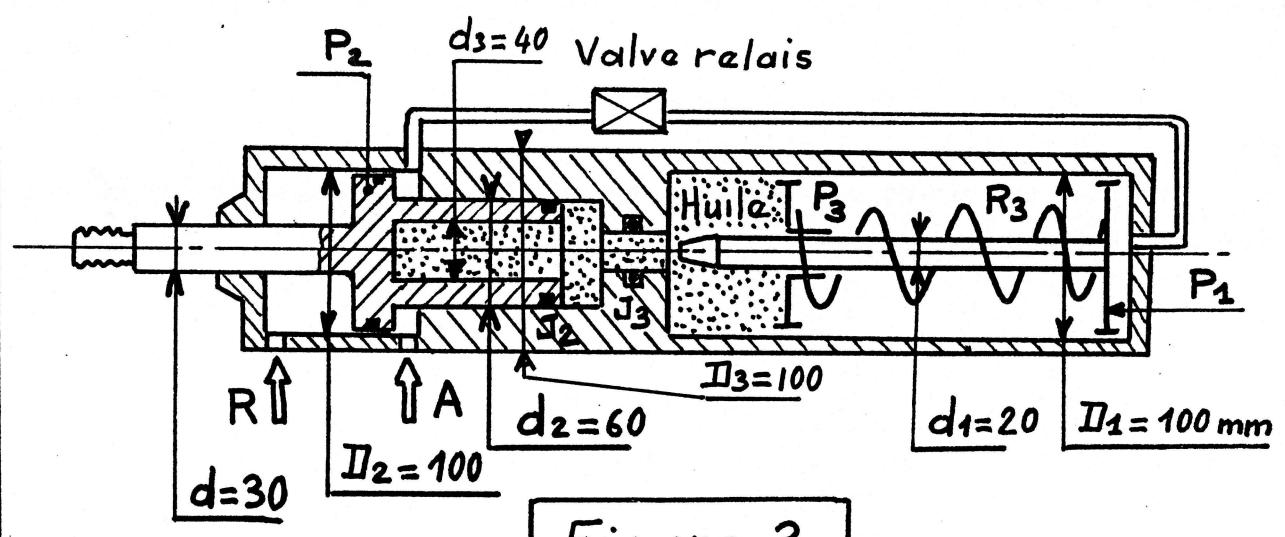

Figure 2
Pour réaliser des opérations de rivetage on a imaginé le dispositif schématisé (fig. 2). L'admission d'air à basse pression p_a se fait en A et la course d'approche est obtenue par action de l'air sur P_2 . Lorsque la tige du vérin arrive au contact du rivet et rencontre une résistance suffisante, la pression monte dans la chambre jusqu'à ouverture de la valve relais à seuil qui alimente alors le piston P_1 . Celui-ci se déplace alors en comprimant l'huile. Il y a simultanément action de multiplication de pression et de multiplication d'effort.
- a) Dans le cas d'une alimentation en air à $p_a = 10$ bars et en négligeant tous les frottements, calculer l'effort maxi obtenu à l'extrémité de la tige du vérin en fin de course (dimensions fig. 2).
- a) Etude de l'étanchéité (figure 2)